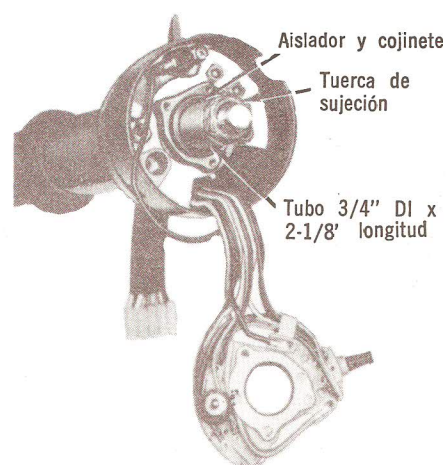

Fig. 7 — Instalación de Cojinete Superior. Típico
4. Coloque el cojinete y el aislador en el eje. Bájelos todo lo posible en el eje. Ponga un pedazo de tubo de $\frac{3}{4}$ " \times 2- $\frac{1}{8}$ " sobre el extremo del eje e instale la tuerca de sujeción del volante (Fig. 7).